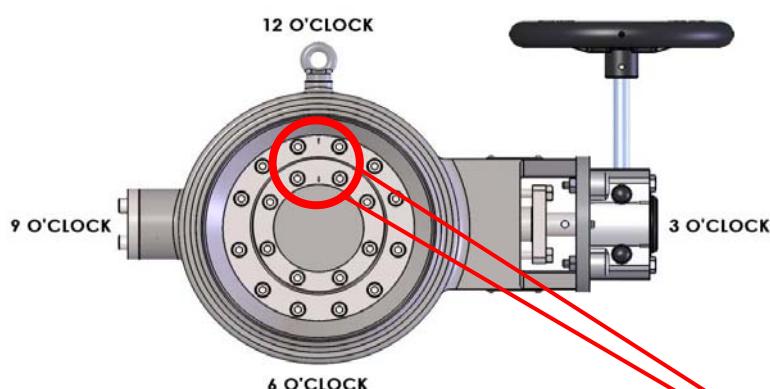
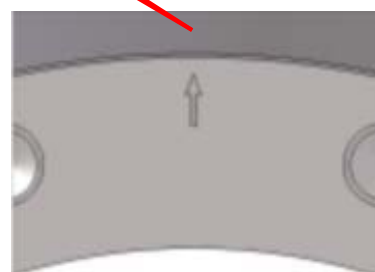

Fig. 8
Fig. 8a
- A posição correta pode ser verificada, conferindo o espaço entre o disco (item 2) e o anel de força (Item 11). A dimensão correta será mostrada como "Detalhe A" no desenho GA relevante da válvula.
- Fixe a junta do selo do disco com o selo do disco assegurando que a marca de alinhamento em cada componente está na posição correta em relação ao corpo da válvula. (ver fig. 8a)
- Coloque os parafusos do selo do disco (item 22) e aperte com o torque especificado no desenho GA usando um torquímetro calibrado.
- Certifique-se que o disco está na posição fechada. Coloque a junta da sede do corpo (item 5) e a sede do corpo (Item 3) assegurando que a marca de alinhamento em cada componente está na posição correta em relação ao corpo da válvula.
- Coloque um dedo na sede do corpo na posição das 6 horas, como mostrado. (ver figs. 8 e 9)